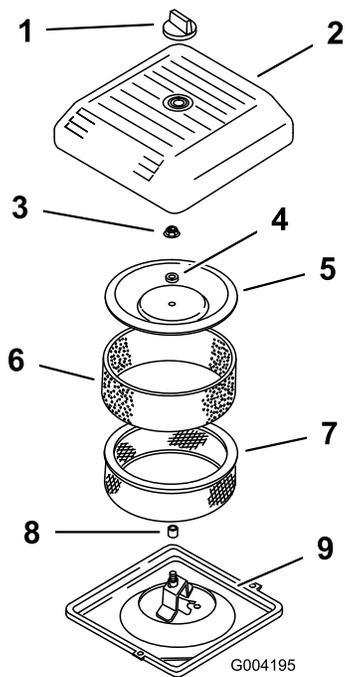

Bild 40
3. Schrauben Sie den Knopf ab und entfernen Sie das Luftfiltergehäuse (Bild 40).
- Schieben Sie den Schaumvorfilter vorsichtig aus den Papiereinsatz (**Bild 40**).
- Schrauben Sie die Abdeckungsmutter ab und entfernen Sie die Abdeckung und den Papiereinsatz (**Bild 40**).
- Stellen Sie die Luftfilterbaugruppe auf das Luftfilterunterteil (**Bild 40**).
- Setzen Sie die Abdeckung auf die Distanzstücke auf und verriegeln Sie diese mit der Abdeckungsmutter (**Bild 40**). Ziehen Sie die Mutter auf 11 N·m an.
- Bringen Sie die Luftfilterabdeckung an und befestigen Sie diese mit dem Knopf (**Bild 40**).